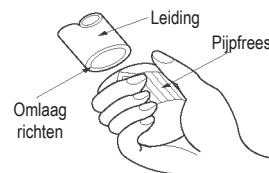

Afb. 6.1
1. Zorg ervoor dat de leiding in een perfecte hoek van 90 graden wordt gesneden. Raadpleeg afb. 6.1 voor een voorbeeld van slecht gesneden leidingen